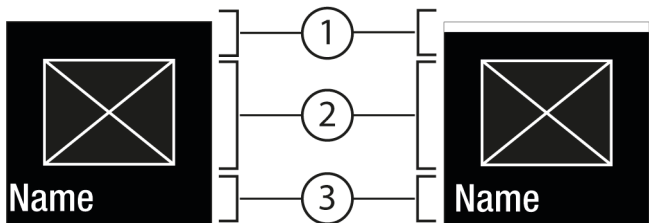

Fig. 6
- Nastavení nové hodnoty: Vyberte pomocí Potvrzení Fig. 5 (2) deaktivovanou hodnotu Fig. 6 (1).
- Zpět do menu: Vyberte pomocí Potvrzení Fig. 5 (2) již aktivovanou hodnotu Fig. 6 (2).
- ▷ Stav: aktivováno *Fig. 6 (1)* se krátce zobrazí v podmenu *Fig. 7 (4)*.